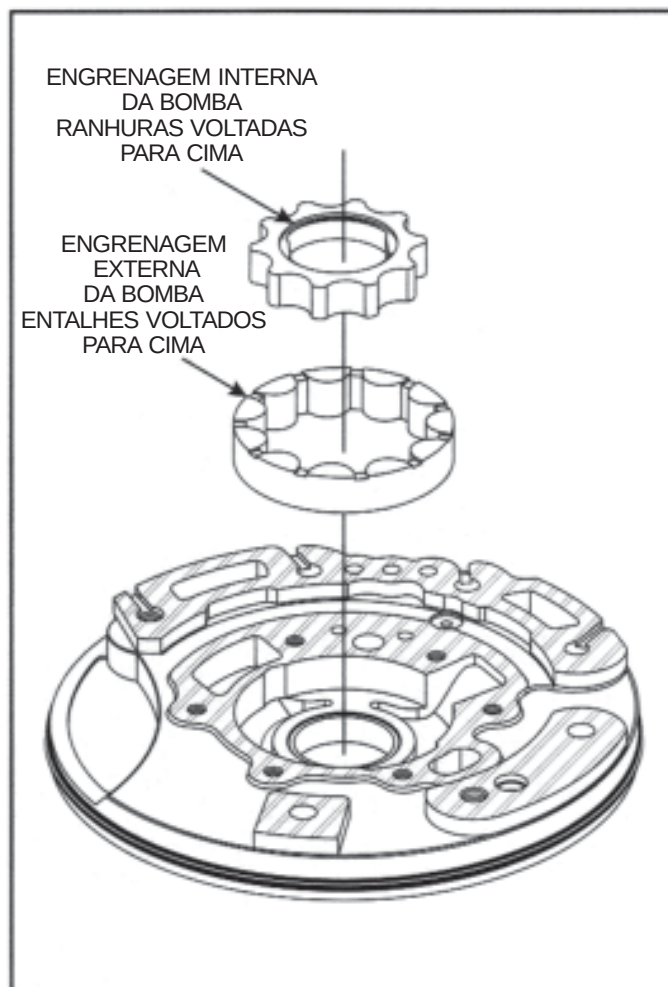

Figura 57
8. Vire a bomba de óleo, de forma que as cavidades das engrenagens fiquem voltadas para cima, conforme ilustrado na Figura 57.
10. Instale a engrenagem externa da bomba com os entalhes voltados para cima, conforme ilustrado na Figura 57.
11. Instale a engrenagem interna na cavidade da bomba com as ranhuras voltadas para cima, conforme ilustrado na Figura 57.